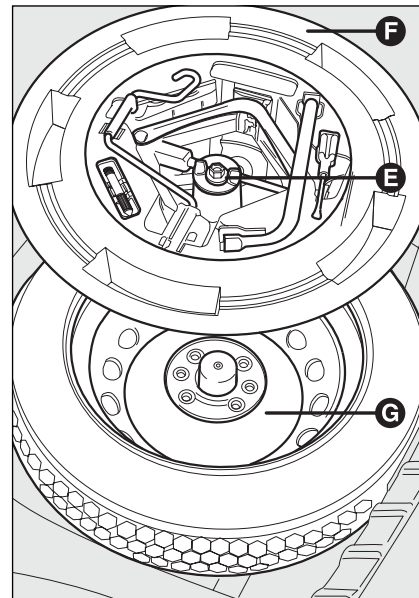

fig. 10
- plaats het noodreservewiel **G**-fig. 10 op de daarvoor bestemde plek in de bagageruimte;